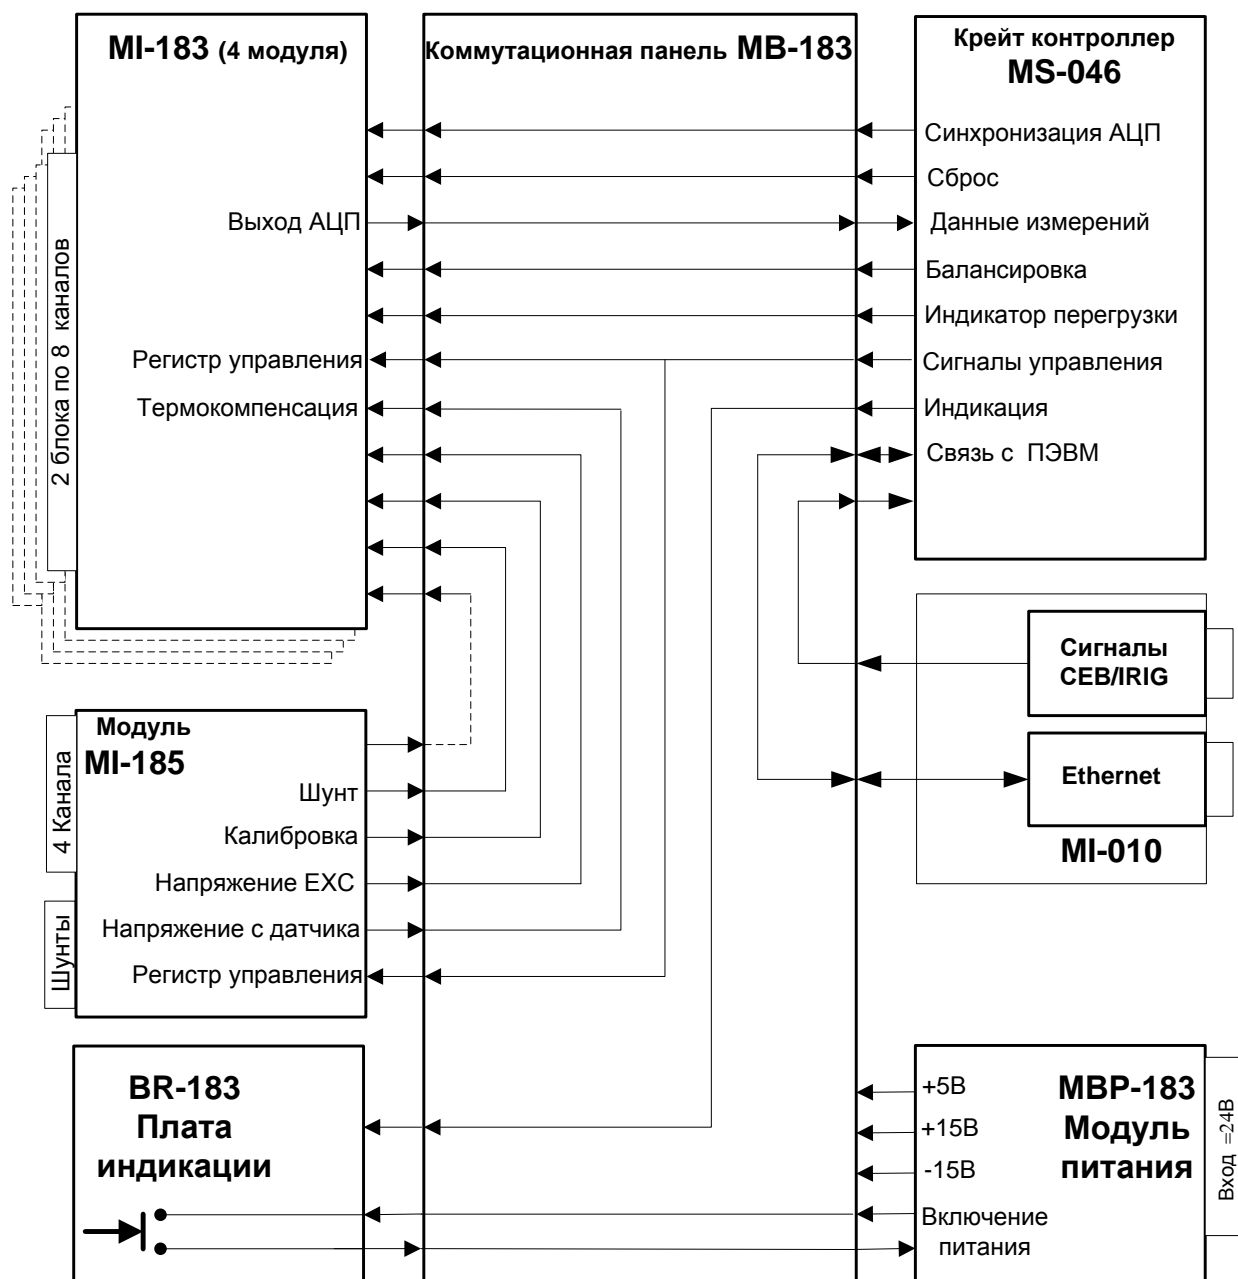

Рис.3 – Блок схема комплекса MIC-183
1.4.2.1 Комплекс MIC-183 построен по модульному принципу и включает четыре измерительных модуля MI-183 и один модуль термокомпенсации MI-185. Все модули включены в общую коммутационную панель (Back Plane) MB-183 (См. Рис.3).
1.4.7.2 Управление отдельными элементами модуля осуществляется посредством установки логических уровней на соответствующих выходах Регистра управления, который управляется Крейт-контроллер (см. Рис.3) в соответствии с алгоритмом работы и командами, поступающими от управляющей ПЭВМ.